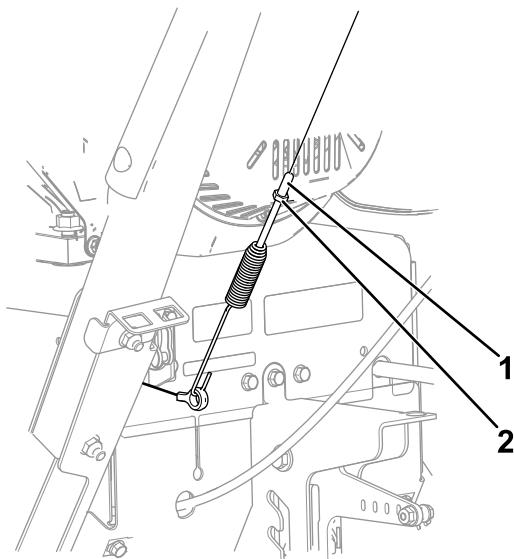

Рисунок 29
1. Ослабьте контргайку (Рисунок 29).